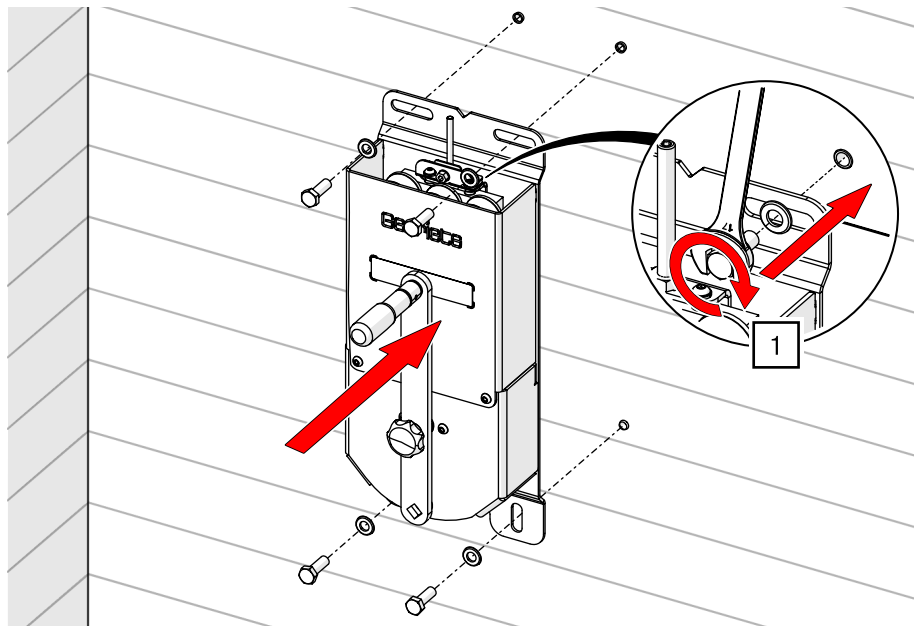

Abb. 114: HAND-DRIVE an Wand verschrauben
1. Verschrauben Sie den Seilantrieb mit dem Untergrund entsprechendem Montagematerial an der Wand (Montage entsprechend Herstellerangaben; Beispiel Betonwand – siehe Abb. 114).